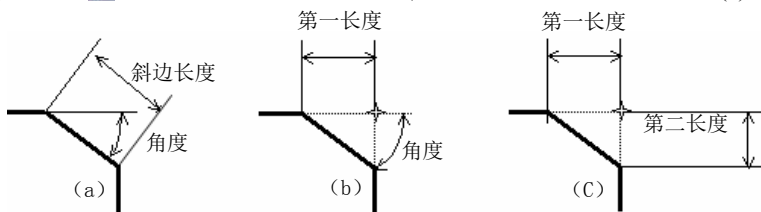

图5-14 3种角度定义
- ★ 角度和斜边：新直线的长度及其与第一个被选对象的角度，如图5-14(a)所示。
- ★ 角度和第一长度：新直线与第一个被选对象的角度以及与第一个被选对象的交点到两个被选对象的交点的距离，如图5-14(b)所示。
- ★ 第一长度和第二长度：两个被选对象的交点与新直线交点的距离，如图5-14(c)所示。